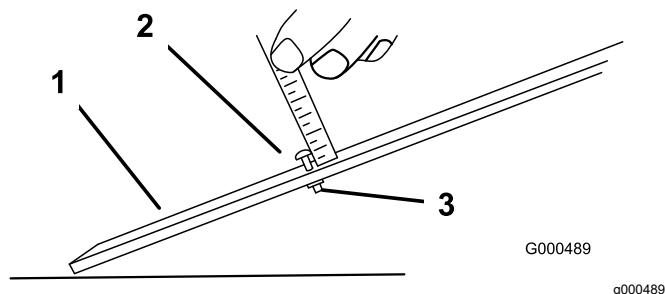

Figura 8
1. Slăbiți piulița de pe bara de distanțare și setați șurubul de reglare la înălțimea de tăiere dorită (**Figura 8**).